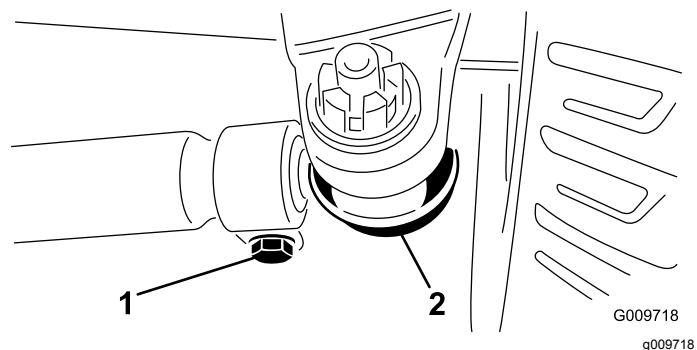

Figura 54
2. Para ajustar, remova o contrapino e a porca de cada uma das rótulas da barra de ligação (Figura 54).
4. Desaperte as abraçadeiras que estão em ambas as extremidades das barras de ligação (Figura 54).